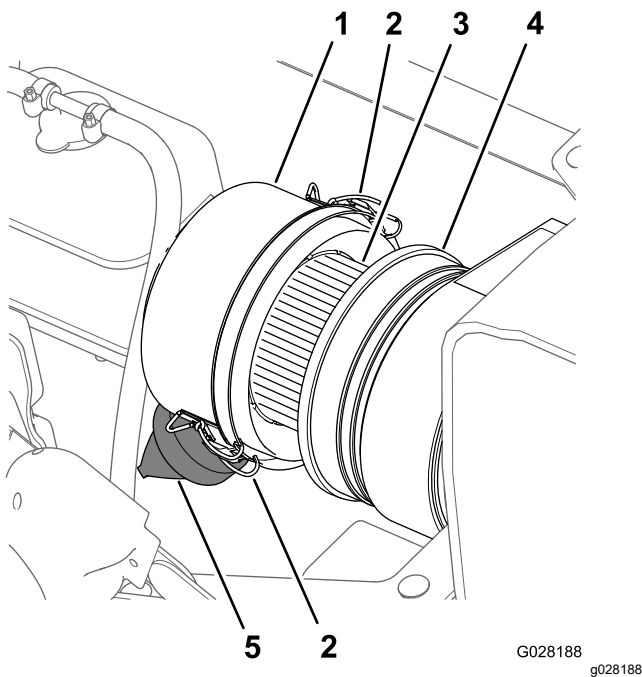
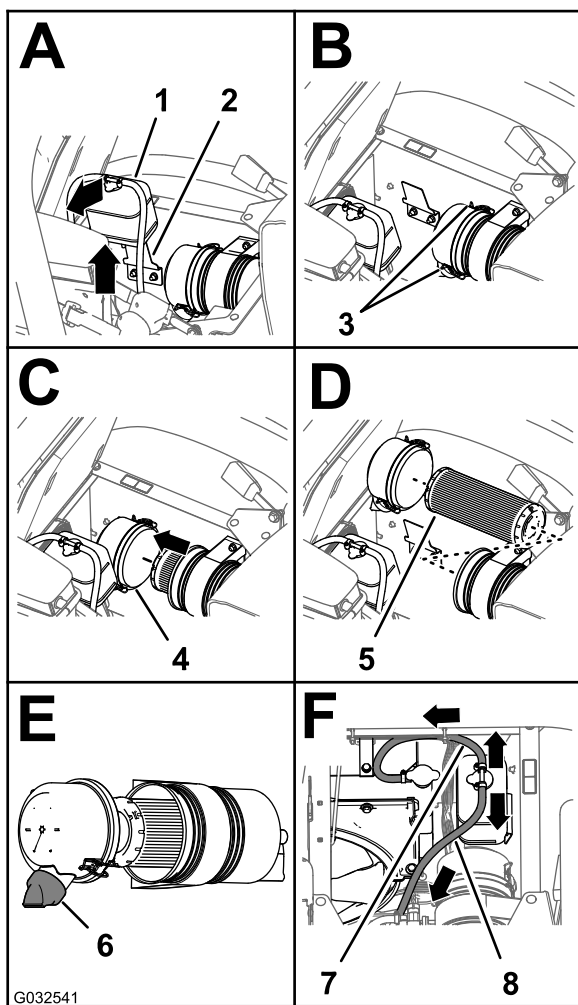

Figure 72
Figure 73
3. Nettoyez le capuchon antipoussière et le boîtier du filtre à air (Figure 72).
5. Pressez la valve à poussière pour éliminer les saletés, la poussière et les débris (Figure 72).
7. Vérifiez que l'élément du filtre à air ne présente pas de dépôts excessifs de poussière, saleté ou débris (Figure 72).
8. Reposez le capuchon antipoussière sur le boîtier du filtre à air et fixez-le en place avec les 2 attaches (Figure 72).
2. Nettoyez le capuchon antipoussière et le boîtier du filtre à air (Figure 72).
3. Soulevez le réservoir de trop-plein de liquide de refroidissement pour le déposer de son support (Figure 73).
4. Recherchez sur le boîtier du filtre à air des dommages susceptibles d'occasionner des fuites d'air (Figure 72).
- Desserrez les 2 attaches qui fixent le capuchon antipoussière sur le boîtier du filtre à air (Figure 73).
- Nettoyez l'intérieur du capuchon antipoussière, du boîtier du filtre à air et de la valve à poussière avec un chiffon humide (Figure 72 et Figure 73).
- Insérez l'élément filtrant dans le boîtier du filtre à air (Figure 73).
- Reposez le couvercle sur le boîtier du filtre à air et fixez-le en place avec les 2 attaches (Figure 73).
Remarque: Vérifiez que la valve à poussière est bien alignée entre les positions 5 et 7 heures vu de l'extrémité (Figure 73).
- Placez le réservoir de trop-plein du liquide de refroidissement en face de son support et fixez solidement le réservoir (Figure 73).
Important: Vérifiez que le flexible de décharge de pression est dirigé vers l'avant et le bas et que le flexible d'évent du réservoir est dirigé vers l'arrière, comme montré à la Figure 73.